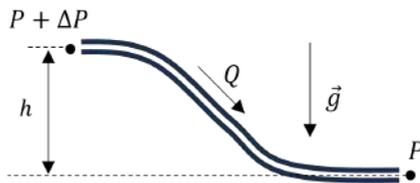

Рис. 1. Протекание жидкости по каналу.
2.1. Определите динамическую вязкость  $\eta$  «сухой воды» при комнатной температуре. Для определения  $\eta$  можно воспользоваться исследованием объёмного расхода  $Q$  жидкости при течении её через цилиндрический канал. Объёмный расход при ламинарном течении описывается формулой Пуазейля (см. рис. 1):